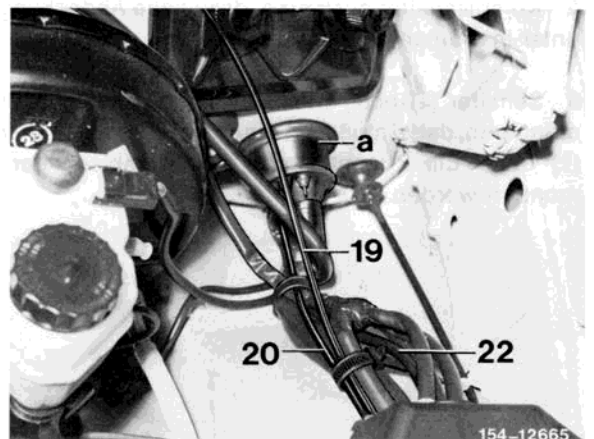

Bild 6
21 2polige Kupplung an der langen Ausbündung des Zusatzleitungssatzes (22) abmontieren. Anschließend Zusatzleitungssatz (22) durch die Gummitülle (a) in der Stirnwand links in den Motorraum verlegen (Bild 6).